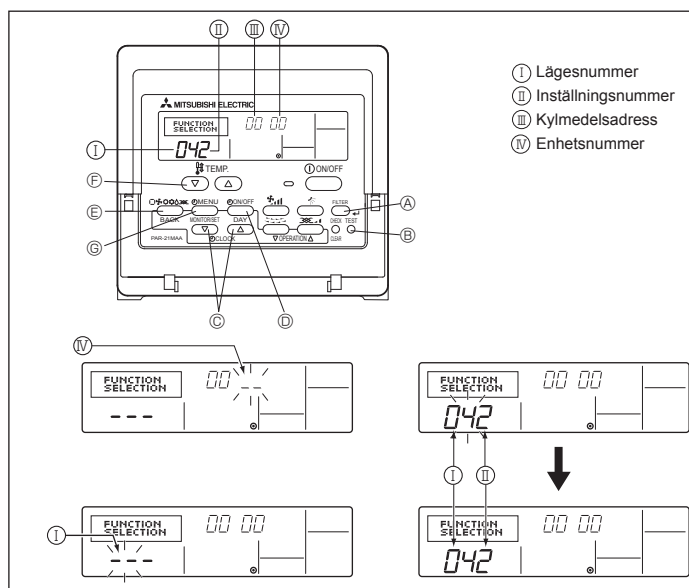

Fig. 6-6
6.3.1. Enhetens funktionsinställning (Fig. 6-6)